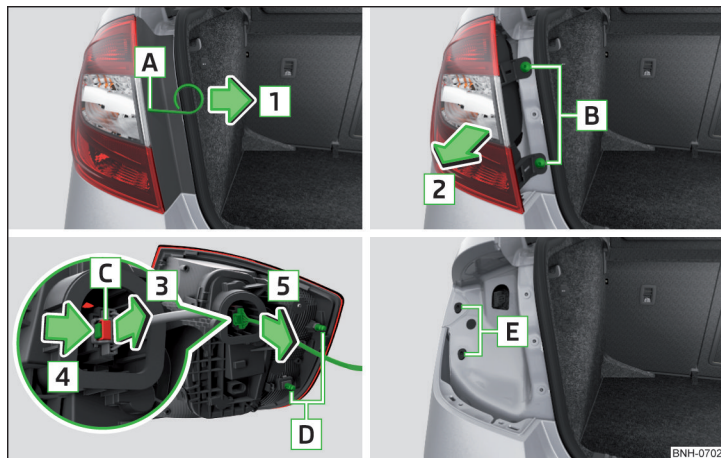

Fig. 269 Desmontar la lámpara / Quitar el conector
- Introducir en la apertura [A] » fig. 269 el estribo para retirar los tapacubos integrales.
- Introducir la lámpara con la espiga [D] en la toma [E] » fig. 269 en la carrocería.